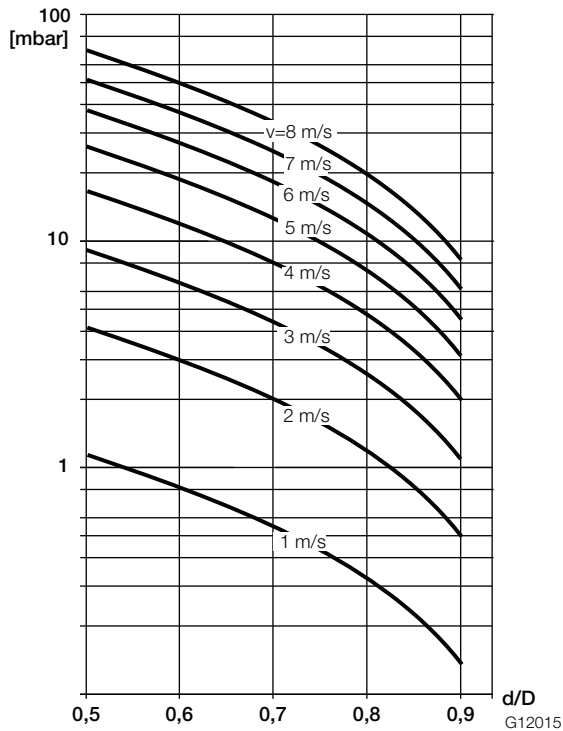

Fig. 19: nomograma de débito para peça de transição do flange com $\alpha/2 = 8^\circ$
2. Consultar a velocidade de fluxo do nomograma de débito (Fig. 19).
3. Ler a perda de pressão na Fig. 19 no eixo Y.